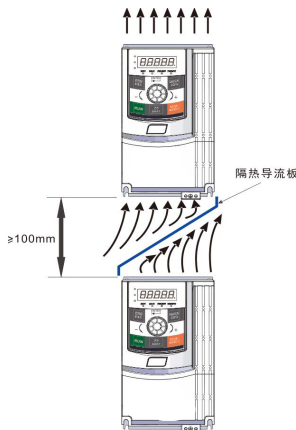

图3-2. CM530H变频器安装示意图
- 1) 请垂直安装变频器，便于热量向上散发。但不能倒置。若柜内有较多变频器时，最好是并排安装。在需要上下安装的情况，请参考图3-2的示意，安装隔热导流板。